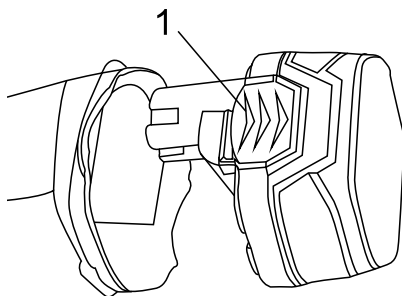

Рис. 1
Для отсоединения аккумулятора от корпуса шуруповерта, нажмите на кнопки фиксации (1), расположенные на аккумуляторе, а затем извлеките аккумулятор (Рис. 1). Для подсоединения нового аккумулятора к корпусу шуруповерта, достаточно просто вставить аккумулятор в инструмент. В случае корректной установки аккумулятора кнопки фиксации автоматически защелкнутся, издав при этом характерный “щелчок”.